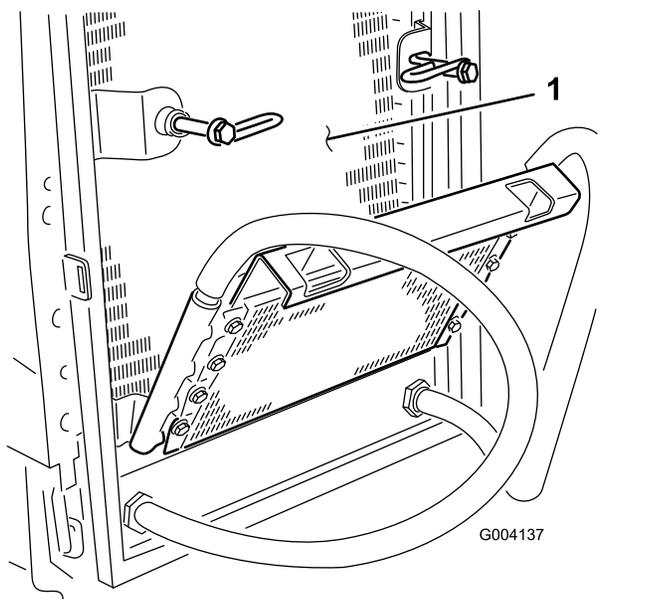

Рисунок 107
8. Тщательно очистите обе стороны маслоохладителя и радиатора (Рисунок 107) сжатым воздухом.